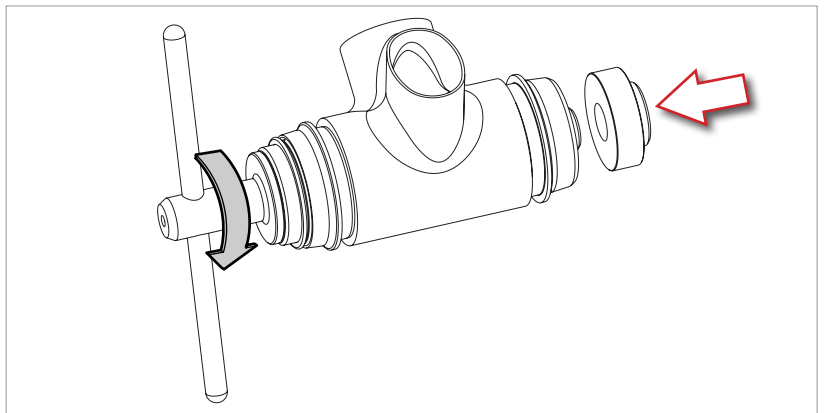

Fig.2
- Visser l'outil UT-BB240 dans le guidage de la cuvette gauche jusqu'à s'appuyer contre celle-ci (Fig. 2).